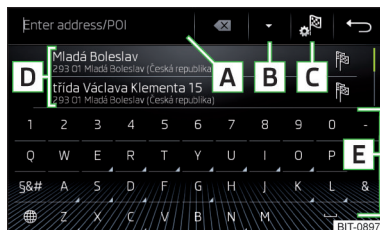
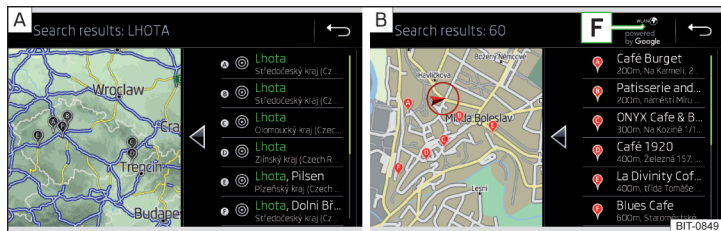

Fig. 216
Fig. 217 Lista de los destinos solicitados: en los datos de navegación / online
## Superficies de función » fig. 216 y » fig. 217
En el área **D** » fig. 216 se muestra una lista de los destinos solicitados.
- : Pulsar la superficie funcional **B** » fig. 216.
- Los destinos solicitados en los datos de navegación » fig. 217 - **A**.
- Los destinos solicitados online » fig. 217 - **B**.